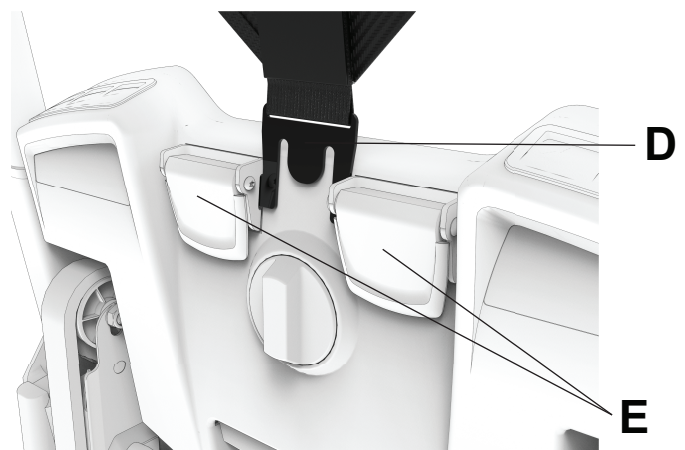

Figura 32 – Inserimento del gancio
4. Spingere la clip di plastica (D) nella parte inferiore del supporto testa tra i due supporti della camma del PCS neri (E) sul retro della sedia (Figura 32).